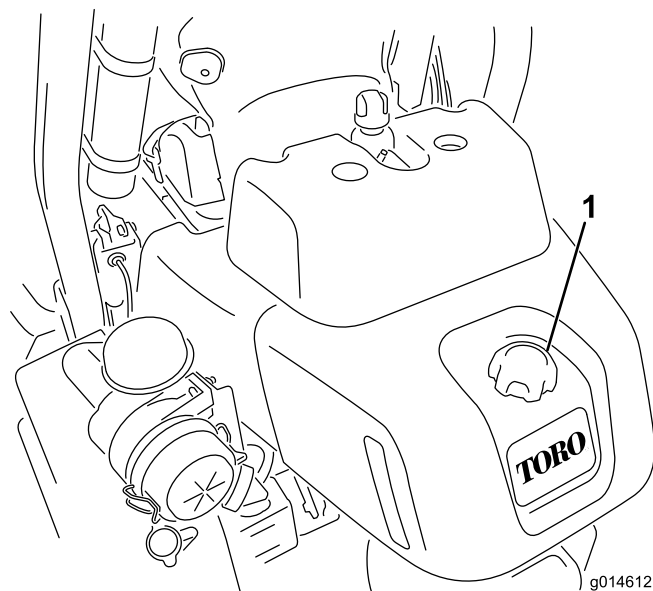

図 26
1. 燃料タンクのキャップの周囲をきれいに拭く(図 26)。